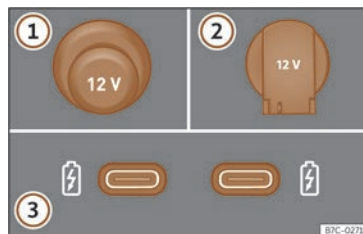

**Fig. 123** Prises de courant de 12 volts du véhicule.
Prises de courant de 12 volts»» fig. 123 :
- Retirez le cache placé sur la console centrale de la prise de courant»» fig. 123 ①.
- Levez le cache de la prise de courant»» fig. 123 ②.